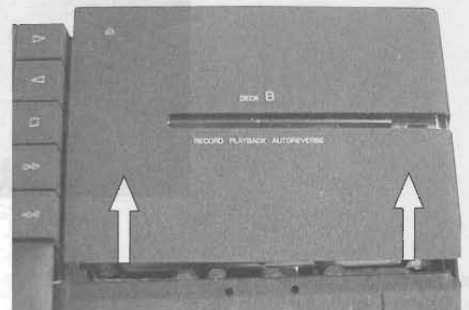

Fig. 20
**17. Cassettenfachdeckel abnehmen** (Fig. 20)
**17. Removing the Cassette Compartment Cover** (Fig. 20)